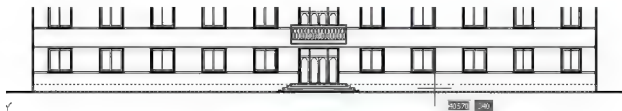

图 4.73 选择被填充的区域
③ 将角度设置为“0”，表示填充时不旋转填充图案；将比例设置为“1.5”，表示填充时将图案放大 1.5 倍，如图 4.73 所示。
的区域内部单击,此时 AutoCAD 检测到包含这一点的封闭区域的边界并呈虚线显示,如图 4.73 所示。